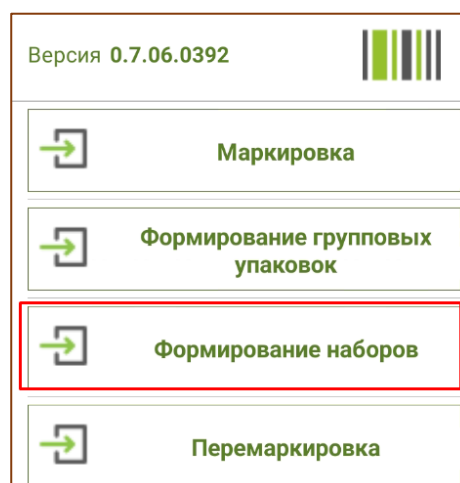

Рис. 9.3 – Формирование наборов в меню
- Для отображения данной операции в Mobile Mark необходимо перезайти в программу (Рис. 9.3).